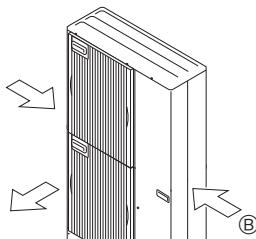

Fig. 2-16
② Placer l'appareil de sorte que la sortie d'air souffle dans la direction perpendiculaire à des vents saisonniers, si celle-ci est connue. (Fig. 2-16)